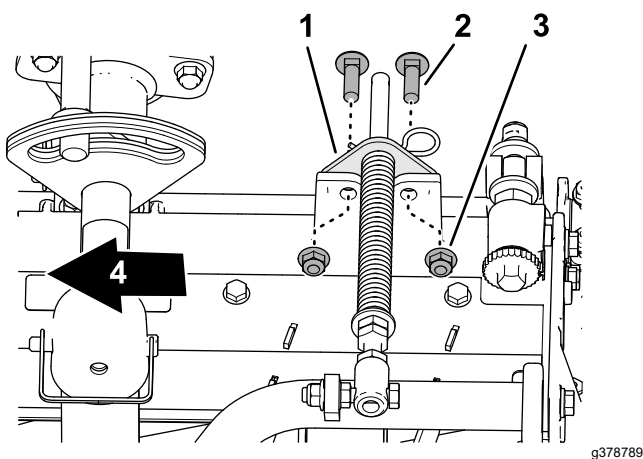

Figura 20
5. Alinee los orificios del soporte del muelle de compensación con los del bastidor de la unidad de corte (**Figura 20**).